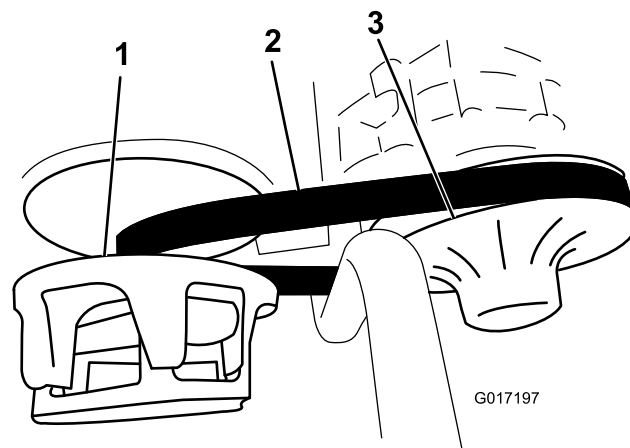

Figura 40
3. Haga girar la correa e inspecciónela (Figura 40) para asegurarse de que no está excesivamente desgastada ni dañada.
1. Haga girar la correa y llévela sobre el embrague secundario (Figura 40).
2. Retire la correa del embrague primario (Figura 40).